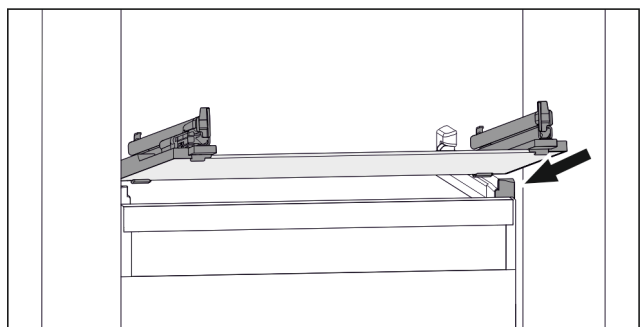

Fig. 138 Примерно изображение на стъклената плоча
▶ Поставете стъклената плоча под ъгъл зад ограничителите. (виж Fig. 138)